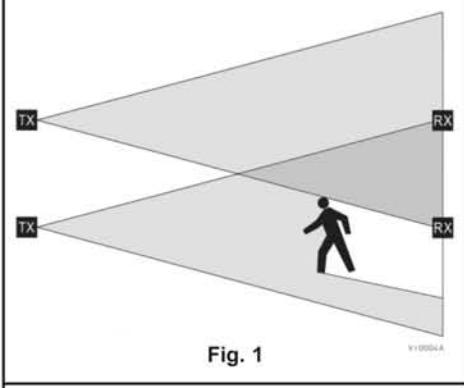

Fig. 1
- Il raggio emesso dal trasmettitore ha la forma di un cono. Nel caso di coppie di fotocellule vicine è necessario incrociare le posizioni tra trasmettitori e ricevitori (fig. 1) oppure effettuare la sincronizzazione (vedere cap. SINCRONIZZAZIONE FOTOCELLULE).
- The beam emitted by the transmitter has the shape of a cone. If pairs of photocells are positioned near to one another, the filter must crossover the transmitter and receiver positions (fig. 1) or alternatively perform synchronisation (see the PHOTOCELL SYNCHRONISATION Chap.).
- Der vom Sender abgegebene Strahl hat die Form eines Kegels. Bei nah aneinander liegenden Lichtschrankenpaaren sind die Positionen zwischen Sender und Empfänger (Fig. 1) zu kreuzen oder eine Synchronisierung durchzuführen (siehe Kap. SYNCHRONISIERUNG DER LICHTSCHRANKEN).
- Le rayon émis du transmetteur a la forme d'un cône et possède un angle au sommet d'environ 20°. Dans le cas de paires de systèmes de détecteur de présence à proximité, il est nécessaire de croiser les positions entre les transmetteurs et les récepteurs (fig. 1) ou d'effectuer la synchronisation (voir chap. SYNCHRONISATION DES SYSTÈMES DE DÉTECTEUR DE PRÉSENCE).
- El rayo emitido por el transmisor tiene la forma de un cono. En caso de pares de fotocélulas cercanas es necesario cruzar las posiciones entre los transmisores y los receptores (Fig. 1) o realizar la sincronización (ver punto SINCRONIZACIÓN DE LAS FOTOCÉLULAS).
- Promień wysyłany przez nadajnik ma formę stożka. W przypadku zamontowanych blisko siebie par fotokomórek, należy skrzyżować położenie pomiędzy nadajnikami i odbiornikami (rys. 1) lub zastosować synchronizację (zobacz rozdz. SYNCHRONIZACJA FOTOKOMÓREK).